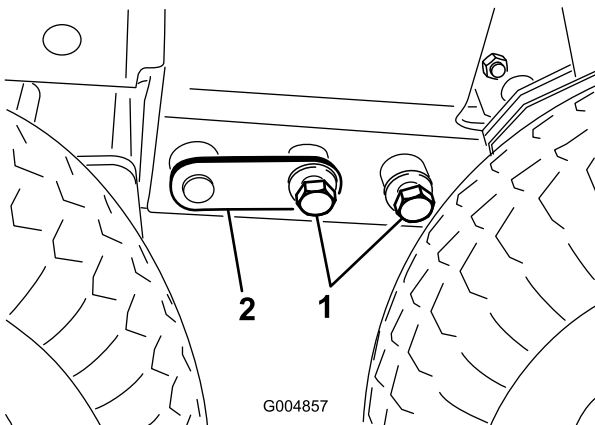

図 78
26. 機体左右の駆動タイヤの前方で前フレームを後フレームに固定しているボルト 3/4 インチ 2 本を外す 図 78。